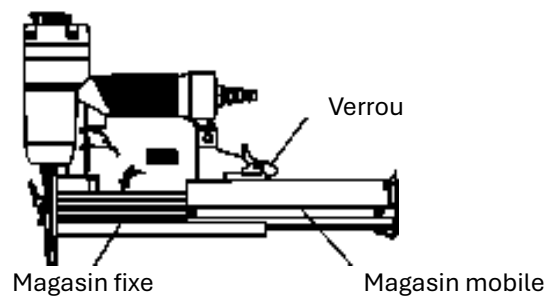

Fig. 2
1. Appuyez sur le verrou pour libérer le magasin mobile et retirez-le complètement, voir fig. 2.